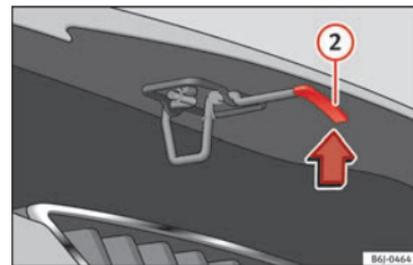

Fig. 7 Alavanca debaixo do capô.
- Levantar o capô: faça pressão para cima sobre a saliência situada debaixo do capô »» Fig. 7 ②. O gancho de fixação fica desbloqueado.